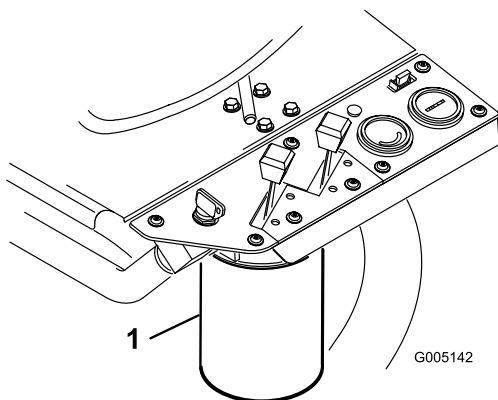

Figura 48
2. Limpe a zona em torno da montagem do filtro (Figura 48). Coloque um recipiente de escoamento debaixo do filtro e retire o filtro.